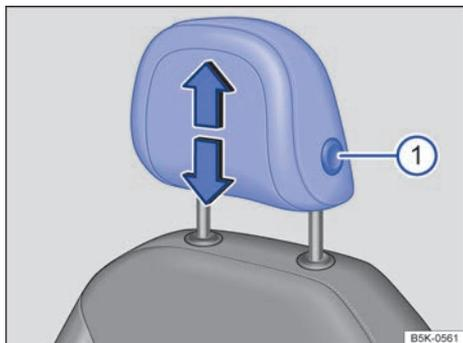

Fig. 78 Ajuste de los apoyacabezas delanteros.
- Desplace el apoyacabezas hacia arriba o hacia abajo en el sentido de la flecha correspondiente a la vez que presiona la tecla → fig. 78 ⓘ → ▲ en *Introducción al tema* de la pág. 100.